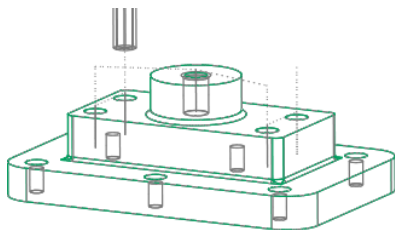

图 4.1.46 刀具行走路线
Step2. 单击“播放路径”对话框中的 按钮，观测刀具的行走路线，结果如图 4.1.46 所示。